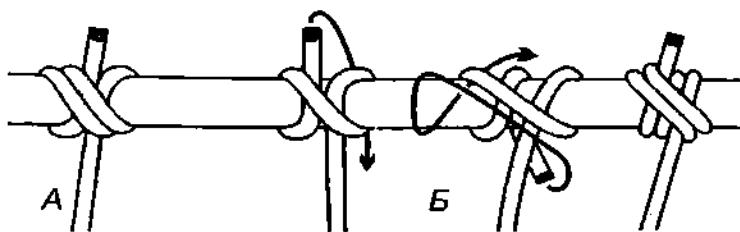

Рис. 612. А – выблиновочный узел со шлагом; Б – выблиновочный узел с двойной пробивкой.
**Выблиновочный узел** станет более надёжным и устойчивым, если его усилить дополнительными шлагами (рис. 612 А, Б). Представленные на рисунке узлы намного крепче и безопаснее обычного **выблиновочного узла**. Эти узлы остаются стабильными и надёжными, даже когда меняется направление тяги.